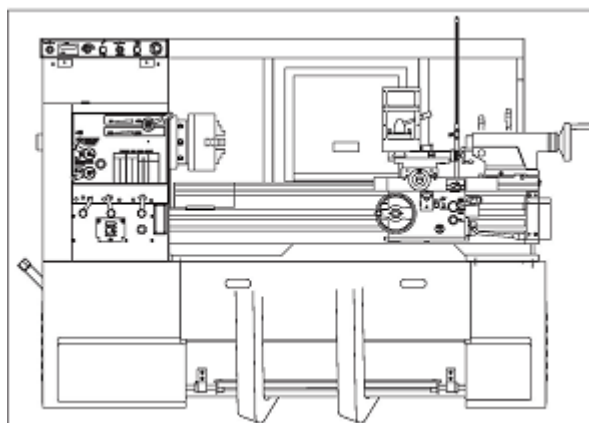

Рис. 12. Перемещение станка с помощью вилочного погрузчика.
7. **Перемещение станка с помощью вилочного погрузчика (Рис. 12).**